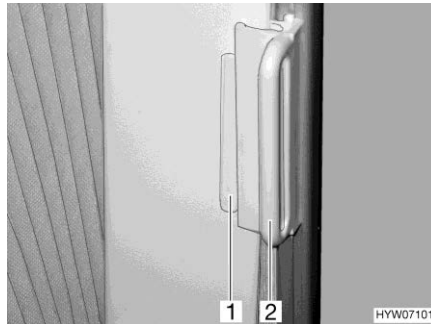

Bild 102 Faltverdunklung, Fahrerhausfenster
- Die Faltverdunklungen am Griff (Bild 102,2) fassen und vorsichtig zuziehen, bis der Magnetverschluss die Faltverdunklung geschlossen hält.
- Den Griff (Bild 102,2) auf den Aufsatz (Bild 102,1) schieben. Die Faltverdunklung ist gesichert.